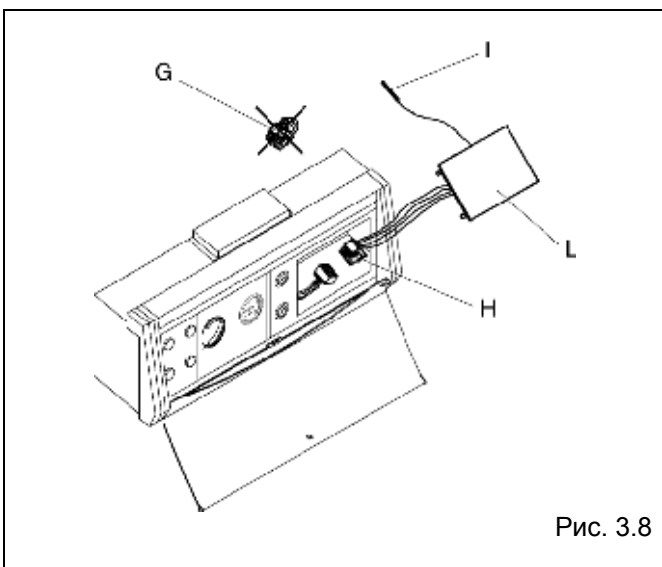
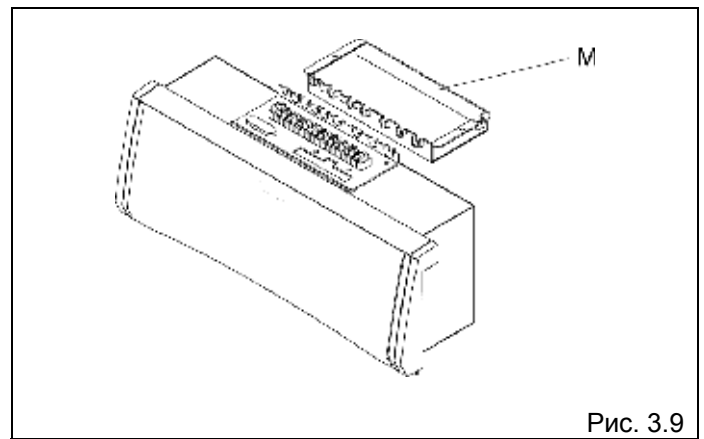

Рис. 3.8
Рис. 3.9
- отсоедините 12-и штырьковый коннектор (G), который находится внутри панели управления, и вместо него присоедините 12-и штырьковый коннектор (H), который идет к электрическим контактам клеммника (рис. 3.8)
- пропустите датчик (I) термостата предельной температуры, который имеет 6 контактов, через одно из отверстий для проводов, имеющихся в корпусе панели управления (рис. 3.8)
- расположите датчик (I) внутри гильзы для датчиков, которая находится в котле (смотри соответствующее руководство)
- закройте крышкой (L) панель управления и защелкните ее.
- снимите с корпуса защитную крышку клеммника (М), для чего отвинтите два крепежных винта (рис. 3.9)